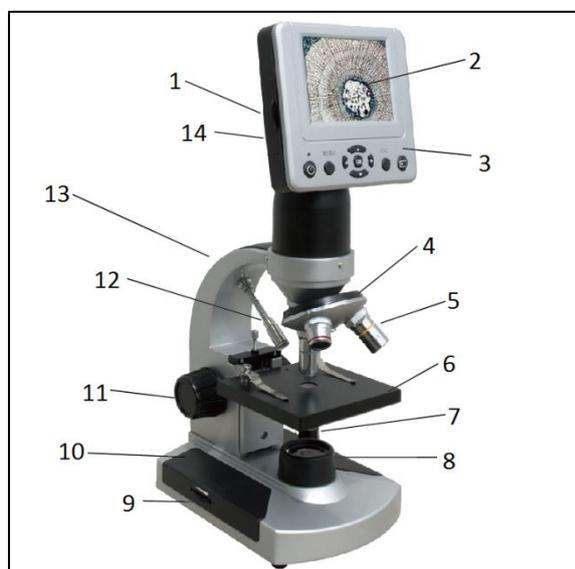

Fig. 1. Piezas del microscopio.
2. Descripción de las piezas (fig. 1)